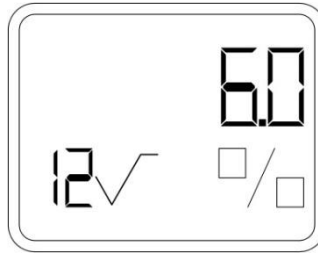

Рисунок 39 – Отображение 12 пункта меню на дисплее
- При помощи кнопки «М» зайти в пункт меню 12 (рисунок 39).